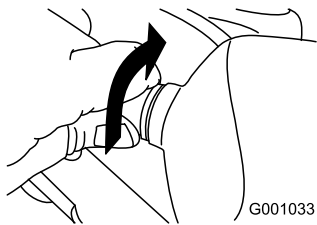

Figure 51
- Tournez la base de l'ampoule dans le sens anti-horaire jusqu'à la butée (Figure 51).